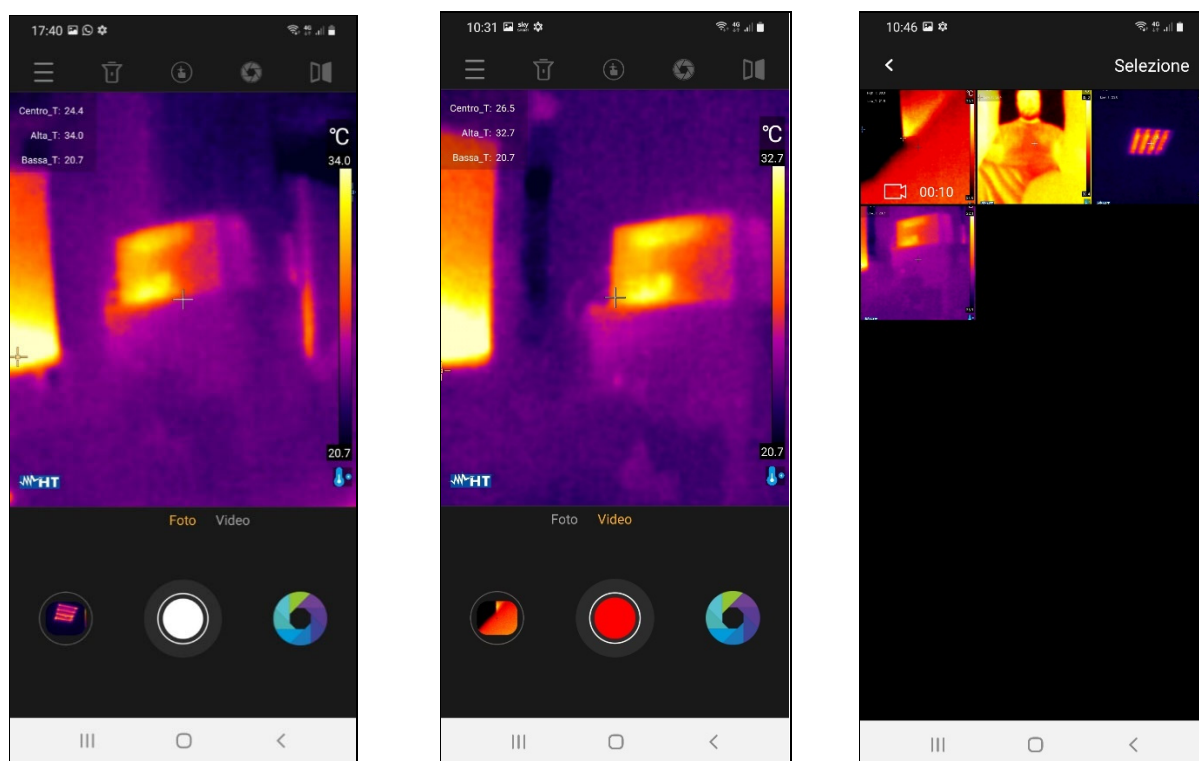

Fig. 9: Salvataggio immagini e video
1. Toccare l'icona centrale bianca (vedere Fig. 3 – parte 17) per salvare l'immagine presente a display. Il messaggio "Foto salvata" è mostrato per un istante e lo snapshot corrispondente è mostrato nell'icona in basso a sinistra (vedere Fig. 3 – parte 15), come mostrato in Fig. 9 – parte sinistra
4. Toccare l'icona in basso a sinistra (vedere Fig. 3 – parte 15 per accedere alla Galleria di immagini e video salvati (vedere Fig. 9 – parte destra).